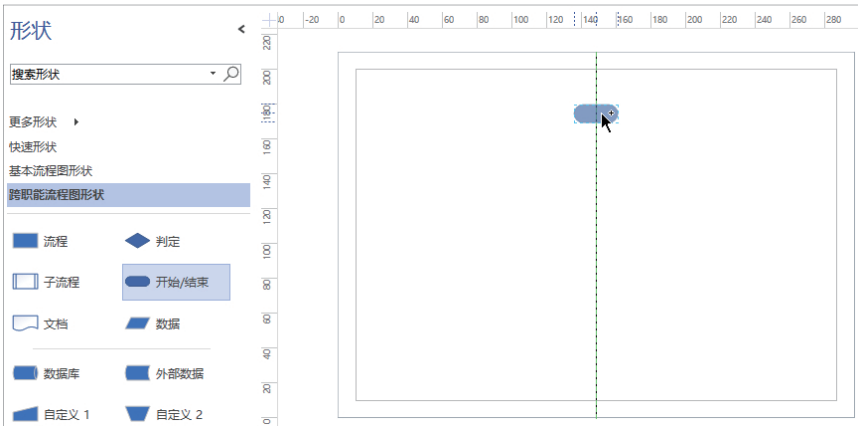

图 1-23 将形状拖动到绘图页中
(2) 将“形状”窗格中的“开始 / 结束”形状拖动到绘图页中。如果正好拖动到绘图页的中间位置，则会显示对齐参考线，如图 1-23 所示。